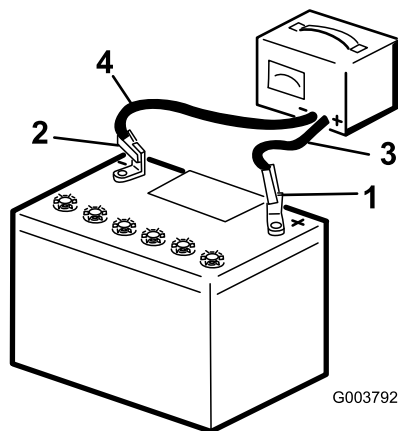

Figura 2
2. Cargue un cargador a la batería (Figura 2) y cárguela durante al menos 1 hora a 6–10 amperios. No sobrecargue la batería.
3. Cuando la batería esté completamente cargada, desconecte el cargador de la toma de electricidad, luego desconecte los cables del cargador de los bornes de la batería (Figura 2).